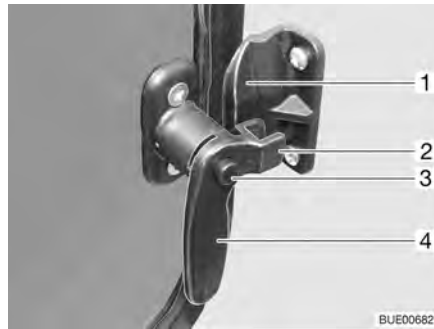

Fig. 29 Fenêtre dans la porte cellule, levier de verrouillage fermé
- Enfoncer le bouton de sûreté (Fig. 29,3) et le maintenir enfoncé.
- Tourner le levier de verrouillage (Fig. 29,4) vers le centre de la fenêtre.
- Tourner le levier de verrouillage (Fig. 29,4) vers le cadre de la fenêtre. La fourche (Fig. 29,2) du levier de verrouillage repose complètement sur le côté intérieur du verrouillage de fenêtre (Fig. 29,1).